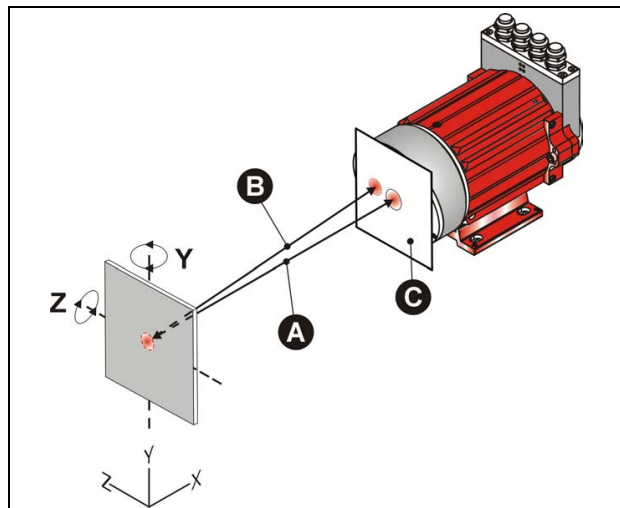
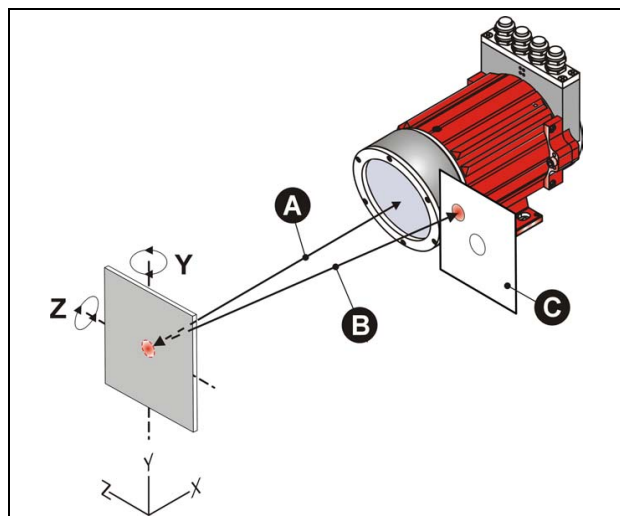

Abbildung 3: Ermittlung der Oberflächenreflektion
Abbildung 4: Wegleitung der Oberflächenreflektion
**• Abbildung 3: Ermittlung der Oberflächenreflektion:**
- Blatt-Papier (C) vor der Laseroptik so zentrieren, dass der Laserstrahl ungehindert durch ein ca. 2 cm großes Loch austreten kann. Das Störsignal (B) sollte jetzt auf dem Blatt-Papier (C) sichtbar werden. Zur besseren Auffindung des Störsignals (B) kann die Reflektorfolie auch etwas hin und her bewegt werden. Hierbei gilt: Einfallswinkel = Ausfallswinkel
**• Abbildung 4: Wegleitung der Oberflächenreflektion:**
- Reflektorfolie in der Y- oder in der Z-Achse so verdrehen, dass sich das Störsignal (B) sicher außerhalb der Laserlinse befindet. Die Neigung der Reflektorfolie dabei trotzdem möglichst gering halten, um Messfehler bedingt durch Fluchtfehler in der Verfahrbewegung zu minimieren. Wandert der Lichtpunkt z.B. auf der Reflektorfolie hin und her, ergeben sich durch die Schrägstellung kleine Differenzen.